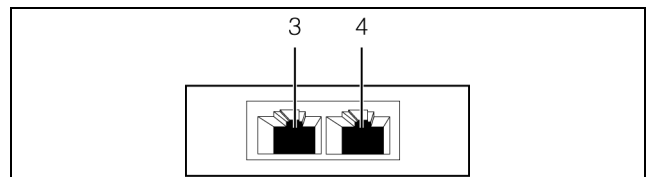

Abb. 7: Rückseite des Zugangssensors
- Verbinden Sie den Zugangssensor über ein CAN-Bus-Verbindungskabel mit einer CAN-Bus-Schnittstelle der CMC III Processing Unit bzw. der benachbarten Komponente im CAN-Bus (Abb. 7, Pos. 3).
- Schließen Sie ggf. an der zweiten, freien CAN-Bus-Schnittstelle des Zugangssensors (Abb. 7, Pos. 4) eine weitere Komponente an (z. B. einen anderen Sensortyp).